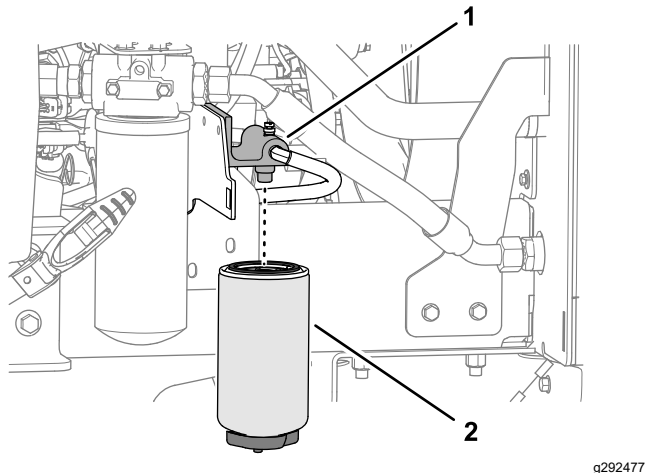

Figure 58
1. Placez un bac de vidange propre sous la cartouche du filtre à carburant (Figure 58).
3. Nettoyez la surface autour du filtre à carburant et de la tête du filtre (Figure 58).
4. Déposez la cartouche et nettoyez la tête du filtre (Figure 58).